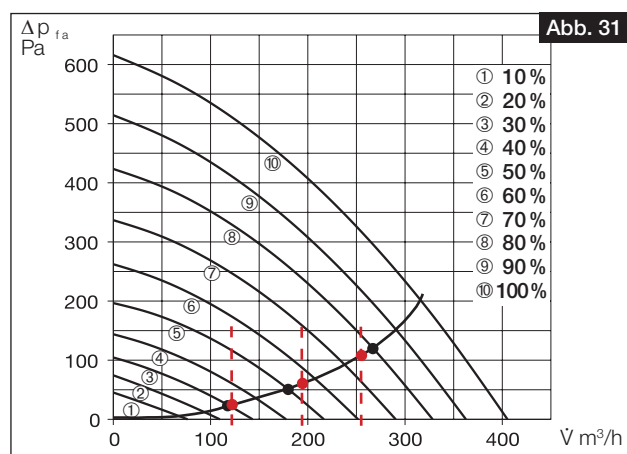

Abb. 31
1. Volumenströme aus der Auslegungsberechnung für die drei Lüftungsprofile „Zuhause“, „Unterwegs“ und „Intensivlüftung“ in die Kennlinie des Gerätes für Zu- und Abluft eintragen (vgl. Abb. 31).
① Wir empfehlen folgende Werte in den Lüftungsprofilen zu hinterlegen:
2. An den Schnittpunkten der Volumenströme mit der Anlagenkennlinie können nun näherungsweise die einzustellenden Ventilatorleistungen (in %) der Lüftungsprofile abgelesen werden. Diese über die Software easyControls 3.0 oder das Bedienelement KWL-BE Touch in das entsprechende Lüftungsprofil eintragen (vgl. Abb. 31 und Abb. 32).